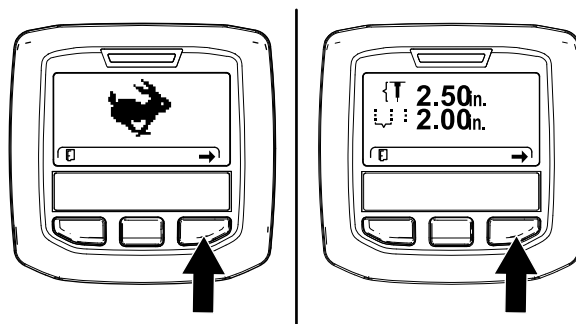
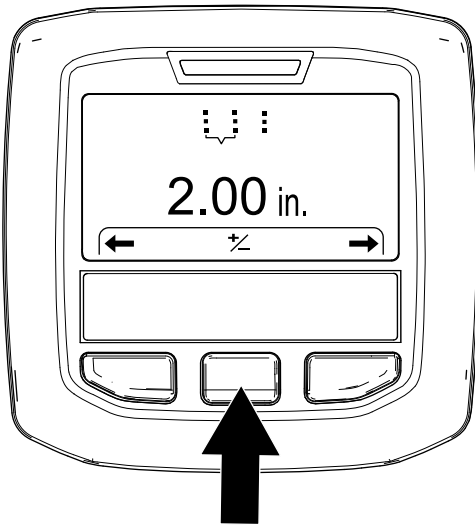

図 54
図 55
3. インフォセンターの右ボタンを押して「穴開け間隔設定」 Setting the Hole Spacing画面を出す 図 54 と図 55。